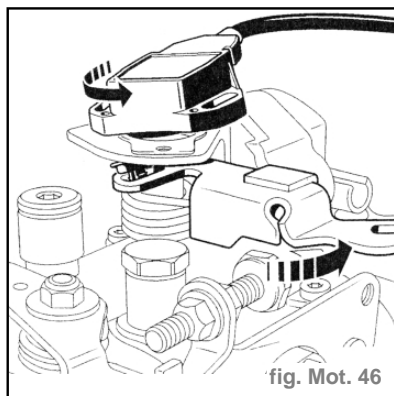

fig. Mot. 46
- Tourner d'un quart de tour le potentiomètre dans le sens anti-horaire. (fig. Mot. 46)